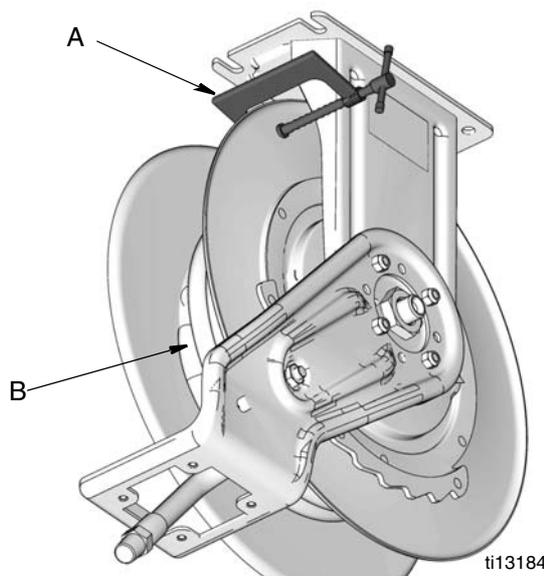

FIG. 19
2. Extienda completamente la manguera (B) y trabaje el carrete.
3. Fije una abrazadera en C (A) en la brida del carrete para evitar que se destrabe accidentalmente y gire libremente (FIG. 19).